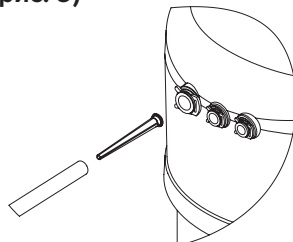

Рис. 9. Установка щелевой вставки
Установка щелевой вставки (рис. 9)
- Извлеките щелевую вставку из трубки (см. рис. 9).